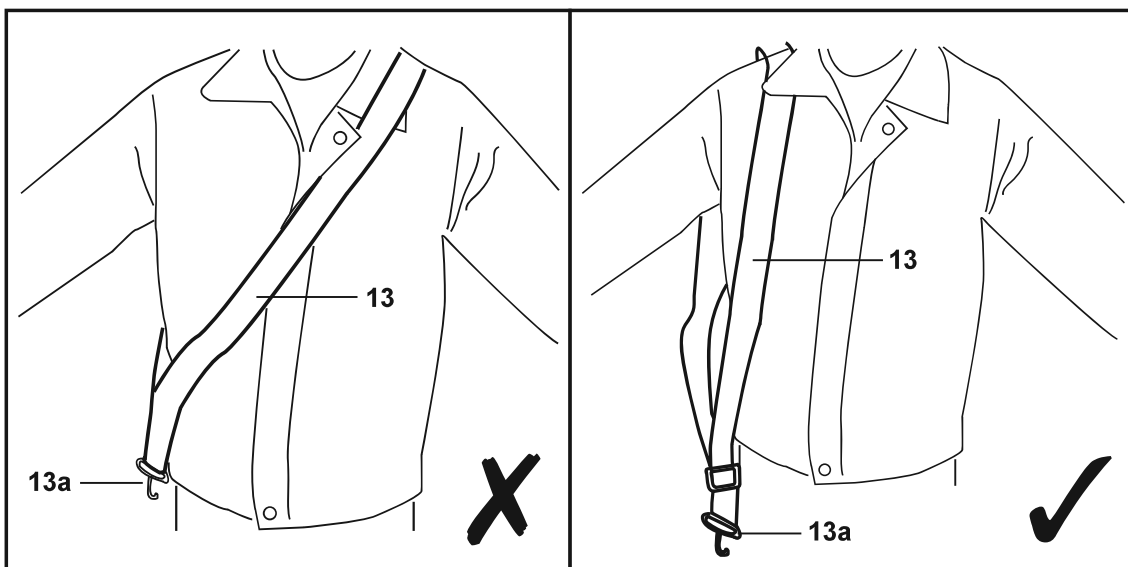

Fig. 5
1. Coloque el arnés (13) de modo que pase por encima de su hombro derecho. En caso de emergencia, es fácil soltar el arnés (13) del cuerpo del usuario junto con el producto. Nunca lo pase por encima del hombro izquierdo, ni de modo que cruce el pecho y la espalda.
2. El clip de sujeción (13a) debe encontrarse en la cadera derecha. (Fig. 5).